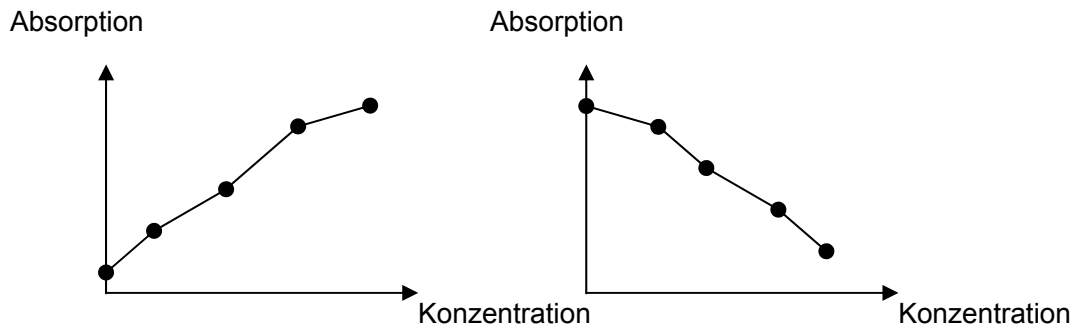

Abb. 5-3 Nicht-lineare Regression
- 2) Nicht-lineare Regression (Punkt-zu-Punkt): Es können 2-8 Standardlösungen ausgewählt werden. Verwenden Sie die zwischen allen Standardpunkten verlaufenden Linien (es sollte sich um einen monotonen aufsteigenden oder absteigenden Linienzug handeln) als Kalibrierungskurve, wie in Abb. 5-3 dargestellt.